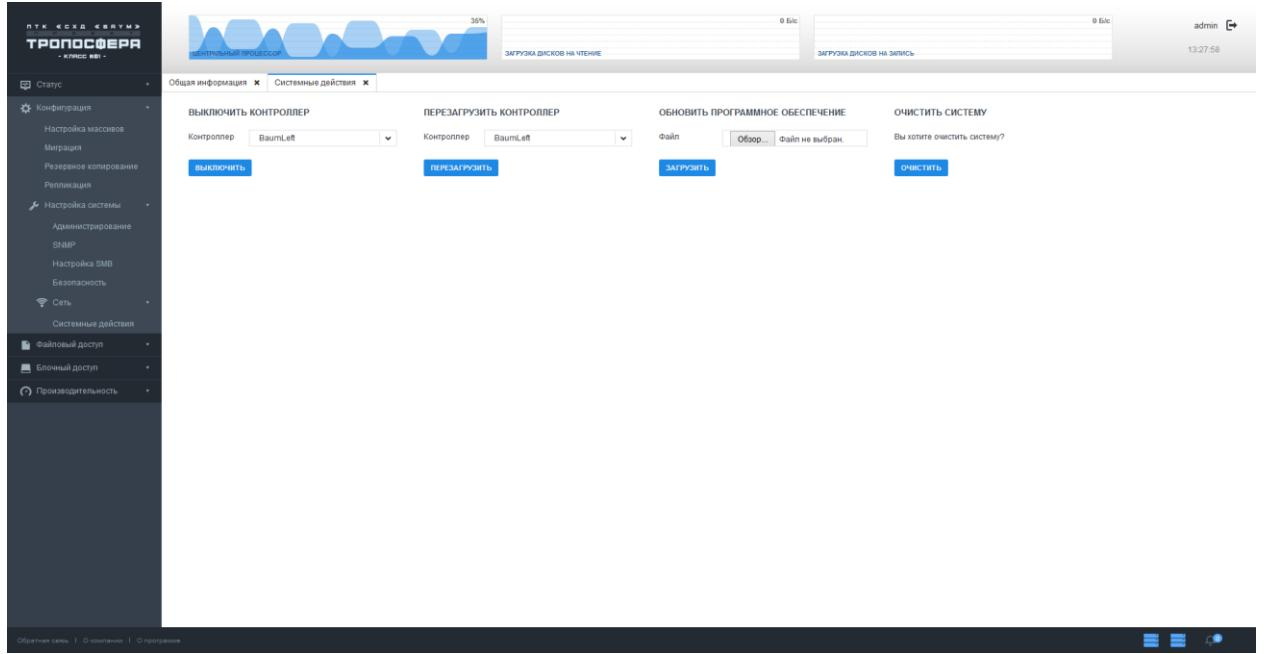

Рисунок 92 – Обновление программного обеспечения
- 1) Перейти на вкладку «Конфигурация» → «Настройка системы» → «Системные действия» (см. Рисунок 92).